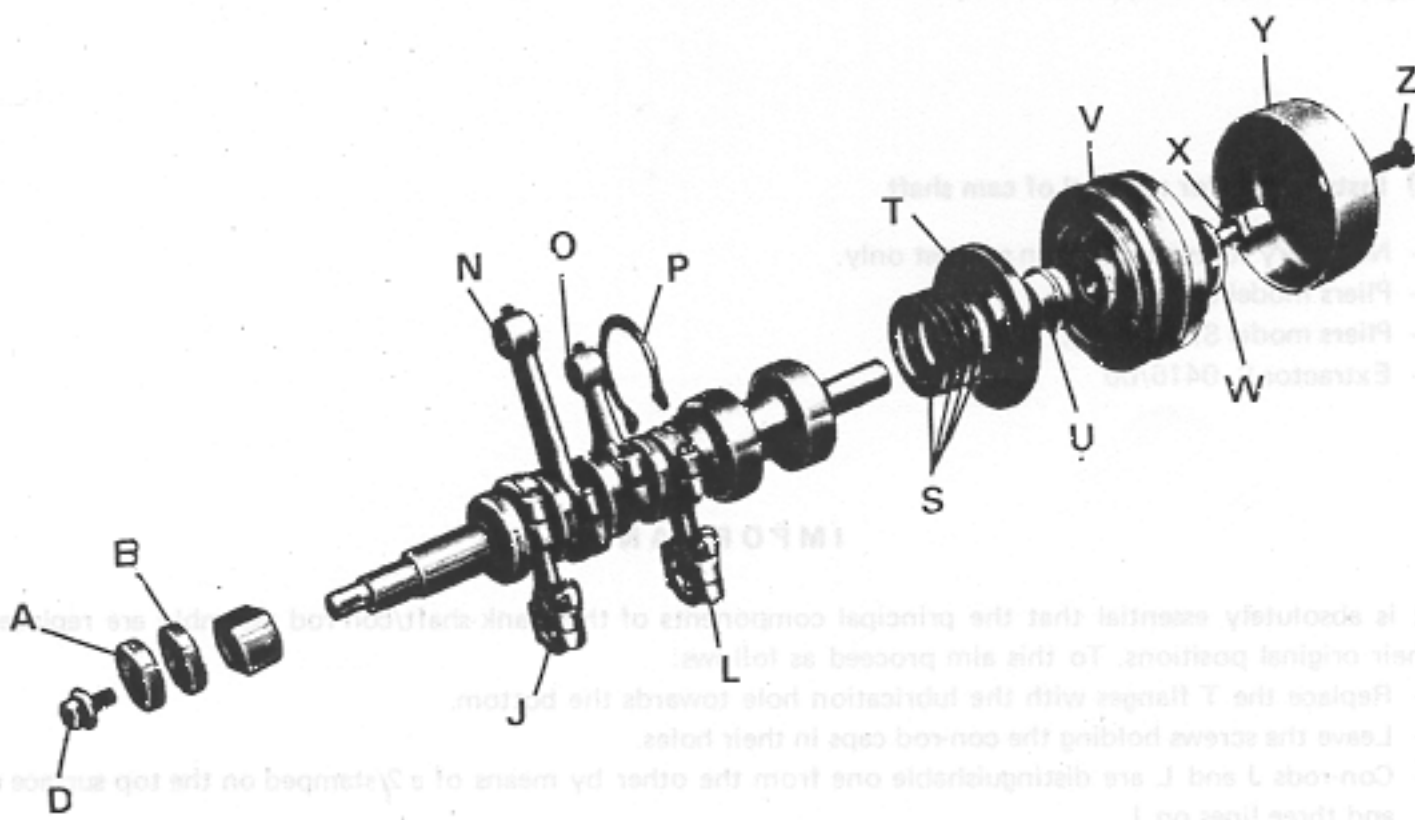

fig. 20
**SEQUENCE OF OPERATIONS (fig. 20).**